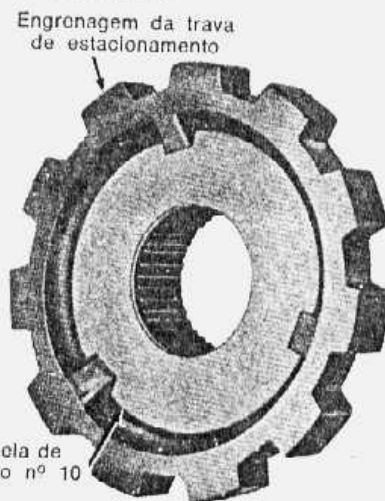

fig. 95 — localização da arruela de encosto nº 10
5. Instalar, na engrenagem da trava de estacionamento, a arruela de encosto nº 10 (fig. 95). Colocar a engrenagem com a arruela de encosto na face traseira da caixa (fig. 94).